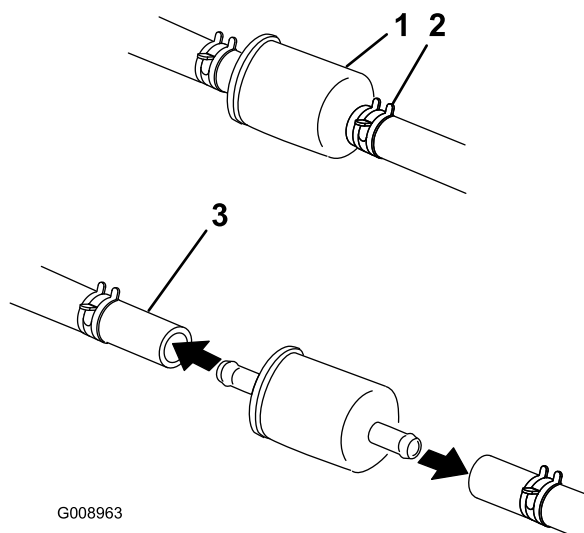

Figure 54
5. Fermez le robinet d'arrivée de carburant situé sous le siège (Figure 54).
6. Pincez les extrémités des colliers et faites glisser ceux-ci pour les éloigner du filtre (Figure 54).
8. Posez un filtre neuf et rapprochez les colliers de fixation du filtre (Figure 54).